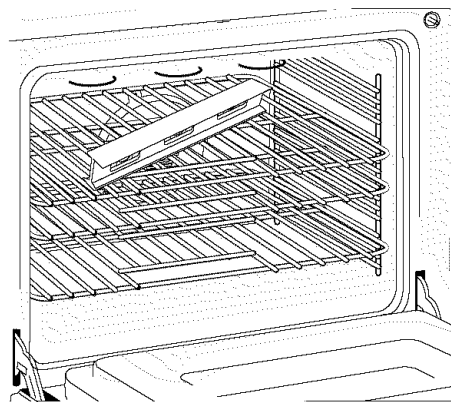
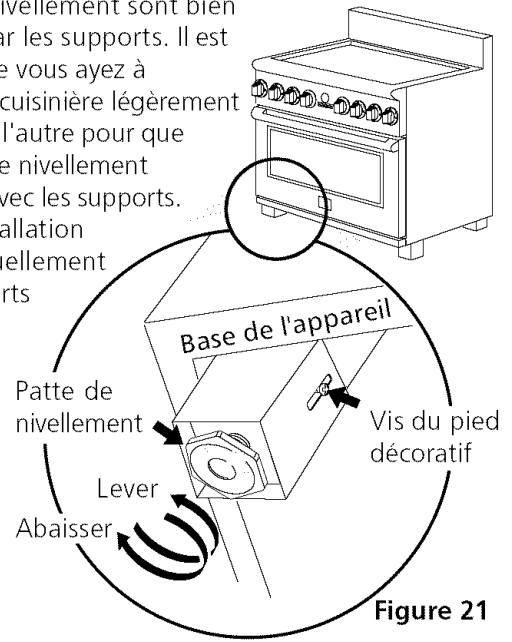

Figure 16
Figure 21
2. Déposez un niveau à bulle sur la grille (Figure 16). Prenez 2 lectures en plaçant le niveau en diagonale dans une direction, puis dans l'autre direction. Si nécessaire, ajustez les 4 vis de nivellement à l'aide d'une clé pour niveler l'appareil (reportez-vous à la Figure 21).
6. Mettez la cuisinière à niveau au besoin, en ajustant les 4 pattes de nivellement à l'aide d'une clé à molette. Desserrez les vis retenant les pieds décoratifs et soulevez les pieds décoratifs pour avoir accès aux pattes de nivellement. Tournez la patte de nivellement dans le sens inverse des aiguilles d'une montre pour lever la cuisinière et dans le sens des aiguilles d'une montre pour abaisser la cuisinière (figure 21). Remplacez les pieds décoratifs à l'endroit désiré.